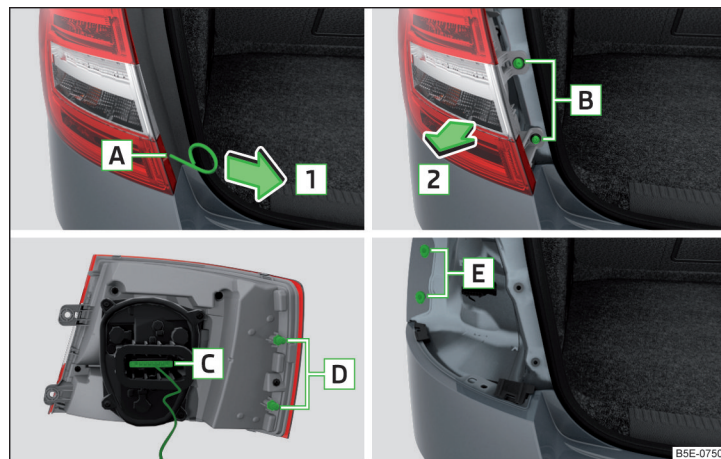

Fig. 361 Desmontar la lámpara
- Introducir en la apertura **A**¹⁾ » fig. 361 el estribo para retirar los tapacubos integrales.
- Introducir la lámpara con la espiga **D** en la toma **E** » fig. 361 en la carrocería.